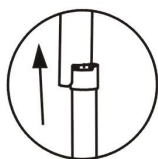
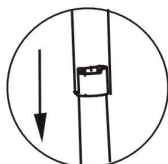

Figure a-1
Figure a-2
- 3) Quando si desidera mettere il tapis roulant in posizione di funzionamento, sollevare un po' l'estremità del telaio principale (copertura estremità) per sollevare il tubo di supporto pieghevole al di sopra della copertura cilindrica (vedere figura a-1), coprire leggermente il tubo di supporto pieghevole con il piede (vedere figura a-2), premere con forza l'estremità del telaio principale (copertura estremità), togliere il piede e tenere premuta per un po' l'estremità del telaio principale. Il cilindro si ritirerà sotto il suo stesso peso (vedere figura b) e il telaio principale si appiattisce.